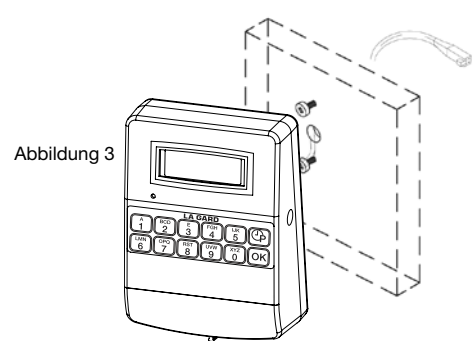

Abbildung 3
3. Führen Sie das Kabel der Eingabeeinheit von vorne durch die Spindel-/Kabelbohrung der Tresortüre (Abbildung 3).